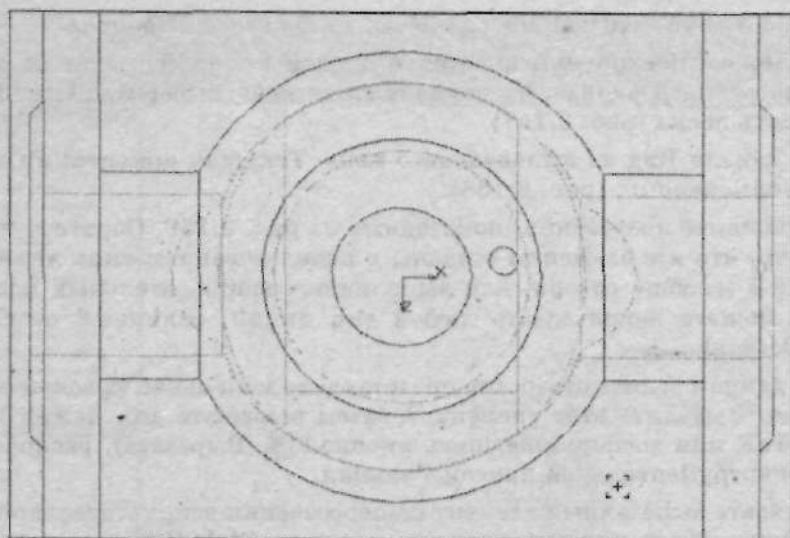

Рис. 2.158. Верхний фланец создан
15. На панели **Вид** из выпадающего меню **Текущая ориентация** выберите **#Нормально к...** (рис. 2.158).